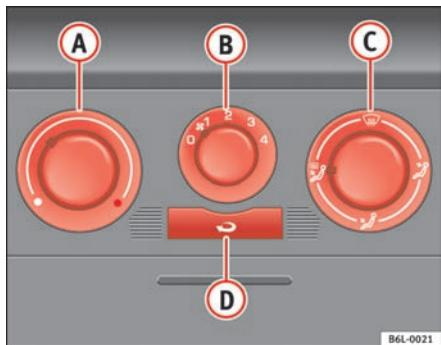

Fig. 86 Mando de la calefacción en el tablero de instrumentos
- Con los reguladores → fig. 86 (A) y (C) y con el mando (B) se regula la temperatura, la distribución del aire y la velocidad de la turbina.
- Pulse la tecla (D), para encender o apagar la recirculación de aire. Cuando la función está activa, la tecla se ilumina con una luz amarilla.